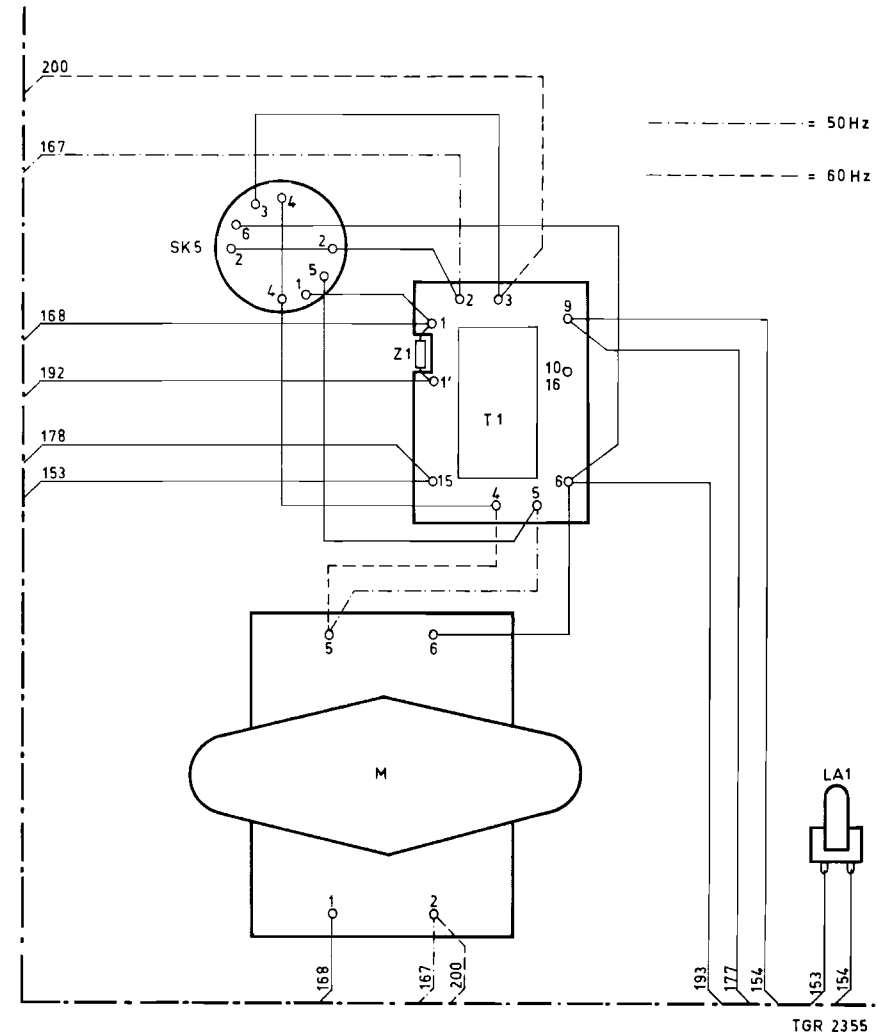
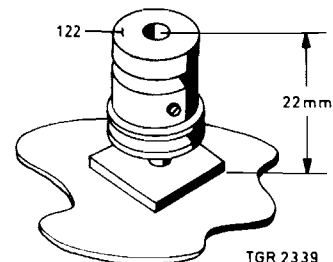

Fig. 3a
Fig. 3b
Ombouw van 50 Hz naar 60 Hz en omgekeerd, fig. 3a en fig. 3b
- . Verwijder bladveer pos. 120.
- . Verwijder tevens taatslager, pos. 121.
- . Draai schroeven pos. 123 van de motorpoelie los en neem nu de poelie van de as.
- . Draai de poelie 180°, zodat nu de 60 Hz poelie onderaan komt te zitten en druk het nylon taatslager, pos. 121 weer boven op de poelie.
- . Stel nu de hoogte van de motorpoelie in volgens fig. 3b.
N.B. Met de poelie in de 50 Hz apparaten kan de bandsnelheid ingesteld worden m.b.v. ringen pos. 124 in de 50 Hz groef. Echter niet voor de 60 Hz groef. Voor de 60 Hz apparaten en voor servicedoeleinden wordt een 60 Hz poelie geleverd, welke wel instelbaar is, zoals hierboven beschreven voor de 50 Hz poelie; codenummer 60 Hz poelie: 4822 528 80304.
. Soldeer nu de aansluitingen van de motor om volgens fig. 3a.